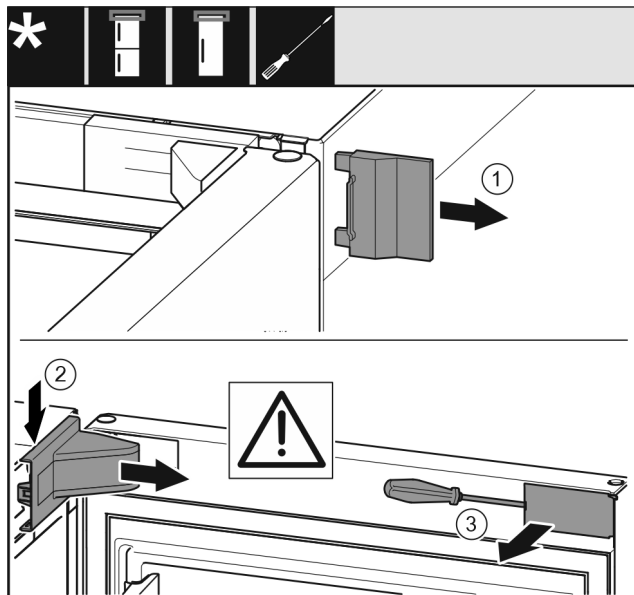

Fig. 12 \*
- Vegye le a külső fedelet Fig. 12 (1).\*
- Pattintsa ki és vegye le a csapágybak fedelét Fig. 12 (2).\*
- Pattintsa ki a takarólemezt Fig. 12 (3) lapos csavarhúzóval, és fordítsa oldalra.\*